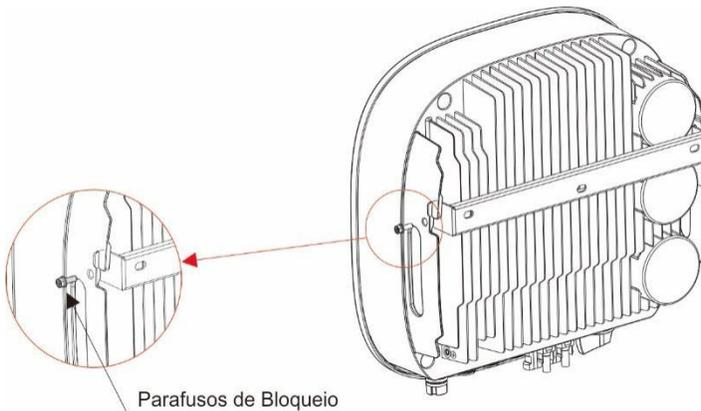

Figura 4.5 Suporte de montagem na parede
4. Eleve o inversor (tenha cuidado para evitar a tensão do corpo) e alinhe o suporte traseiro do inversor com a seção convexa do suporte de montagem. Pendure o inversor no suporte de montagem e certifique-se de que o inversor está seguro (ver Figura 4.5).